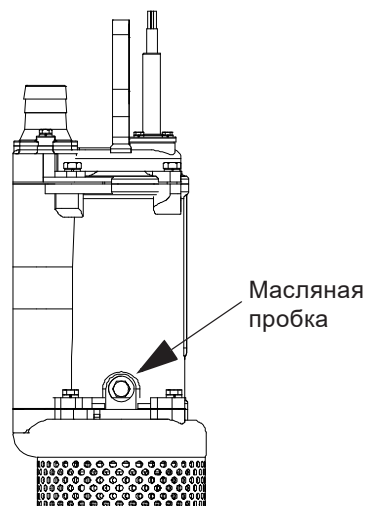

Рис. 15 Расположение масляной пробки
1. Ослабить пробку масляной камеры. См. рис. 15.